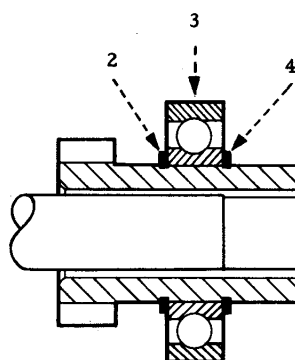

Fig. 61. — Montage de l'arbre de transmission.
**e) Mise en place du joint garniture de l'arbre creux (figure 61)**